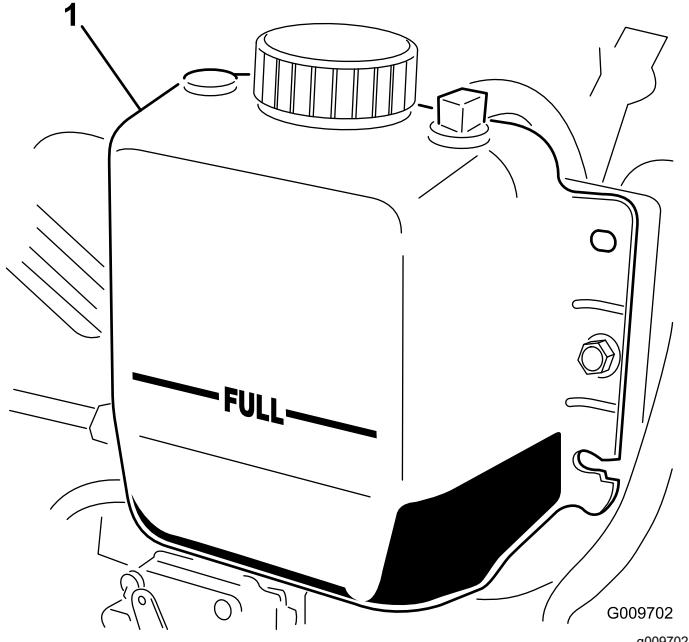

Bild 77
3. Prüfen Sie den Kühlmittelstand im Kübler. Der Kübler sollte bis zur Oberseite des Füllstutzens und das Ausdehnungsgefäß bis zur VOLL-Markierung gefüllt sein (Bild 77).